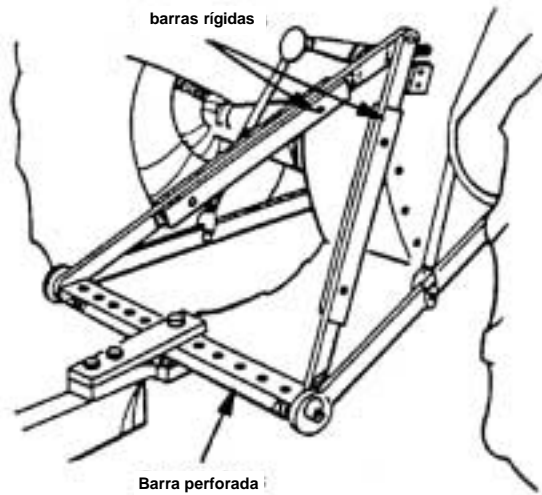

FIG. 57 Estabilización de la barra perforada*.
- Fijar las cargas en los puntos de enganche previstos para tal función por los fabricantes. Cuanto más bajo en relación con el eje trasero y avanzado sea el punto de enganche mejor será la estabilidad del tractor en lo que a su posible empinamiento se refiere; la barra perforada de enganche solamente debe ser utilizada para la tracción de pequeñas cargas pero en cualquier caso, ésta deberá permanecer bajada y ser inmovilizada por barras rígidas. **FIG. 57**